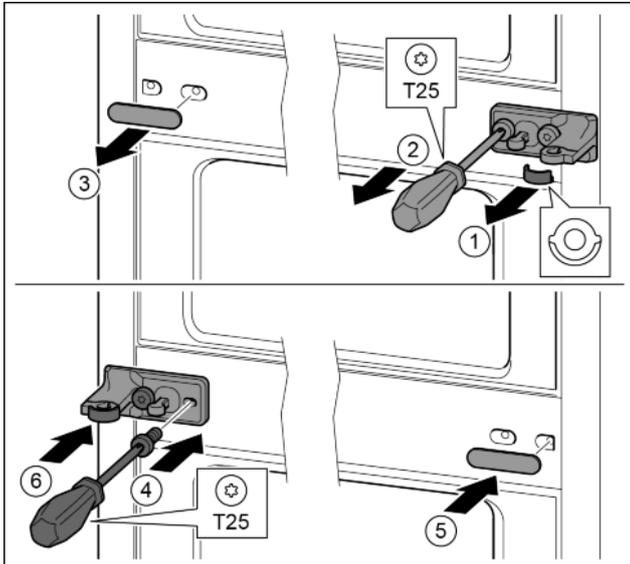

Fig. 34
- ▶ Снять шайбу. *Fig. 34 (1)*
- ▶ Выкрутить винты отверткой T25. *Fig. 34 (2)*
- ▶ Осторожно снять крышку. *Fig. 34 (3)*
- ▶ Плотно прикрутить опорный кронштейн с подкладкой с поворотом на 180° с другой стороны. *Fig. 34 (4)*
- ▶ Установить крышку с поворотом на 180° с другой стороны. *Fig. 34 (5)*
- ▶ Спереди надвинуть шайбу. *Fig. 34 (6)*